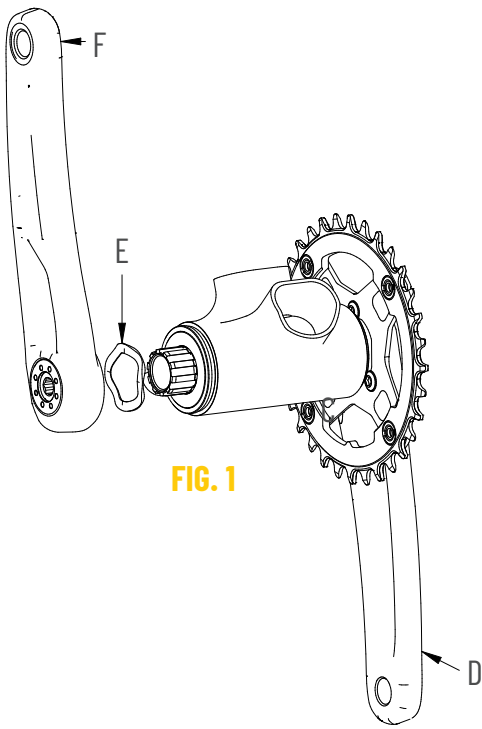
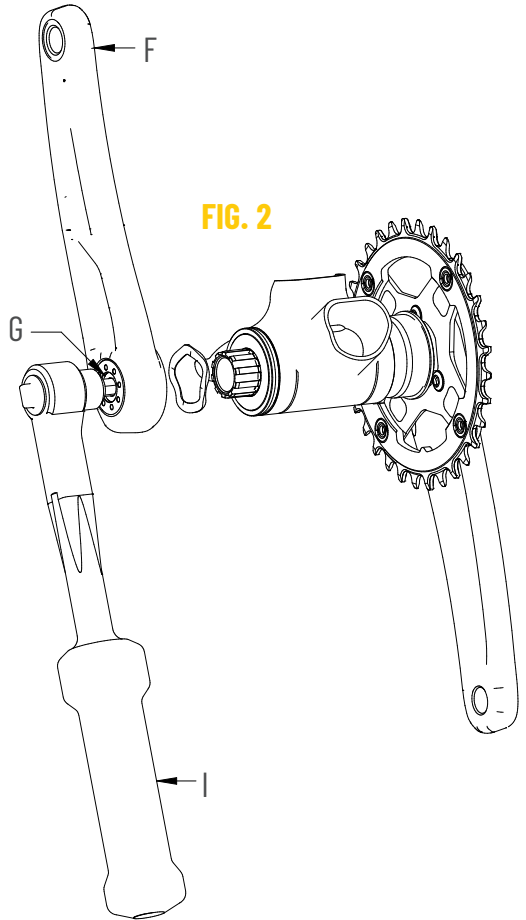

FIG. 1
FIG. 2
- Inserire il perno della pedivella destra (D) (Fig. 1) nel movimento centrale.
- Infilare l'anello ondulato (E) nel perno della guarnitura che sporge dal movimento centrale.
- Accoppiate la pedivella sinistra (F) (Fig. 2) per mezzo di una chiave dinamometria (I) con brugola da 8 mm (G) (Fig. 2). Chiudere ad una coppia di chiusura di 45-47 Nm (Fig. 2).
- Per lo smontaggio della guarnitura, inserire una brugola da 8 mm (G) (Fig.2) nella pedivella sinistra e ruotare in senso antiorario in quanto il tappo coprivite agisce da estrattore.
- Insert the right crank pin (D) (Fig. 1) into the bottom bracket.
- Insert the corrugated ring (E) in the crankset pin that protrudes from the bottom bracket.
- Couple the left crank (F) (Fig. 2) using a torque wrench (I) with an 8 mm Allen key (G) (Fig. 2). Tighten at a torque of 45-47 Nm (Fig. 2).
- To disassemble the crankset, insert an 8mm allen key (G) (Pic. 4) in the left crank and turn it anti-clockwise. The screw cap acts as a remover and the two cranks come apart.